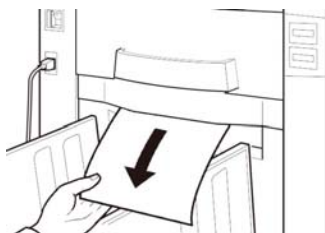

图 5-50 从纸张输出部取出卡纸
- ④ 当“”和“C”亮灯时，表示纸张输出部发生卡纸，解决步骤如下：
- 从纸张输出部取出卡纸，如图 5-50 所示；